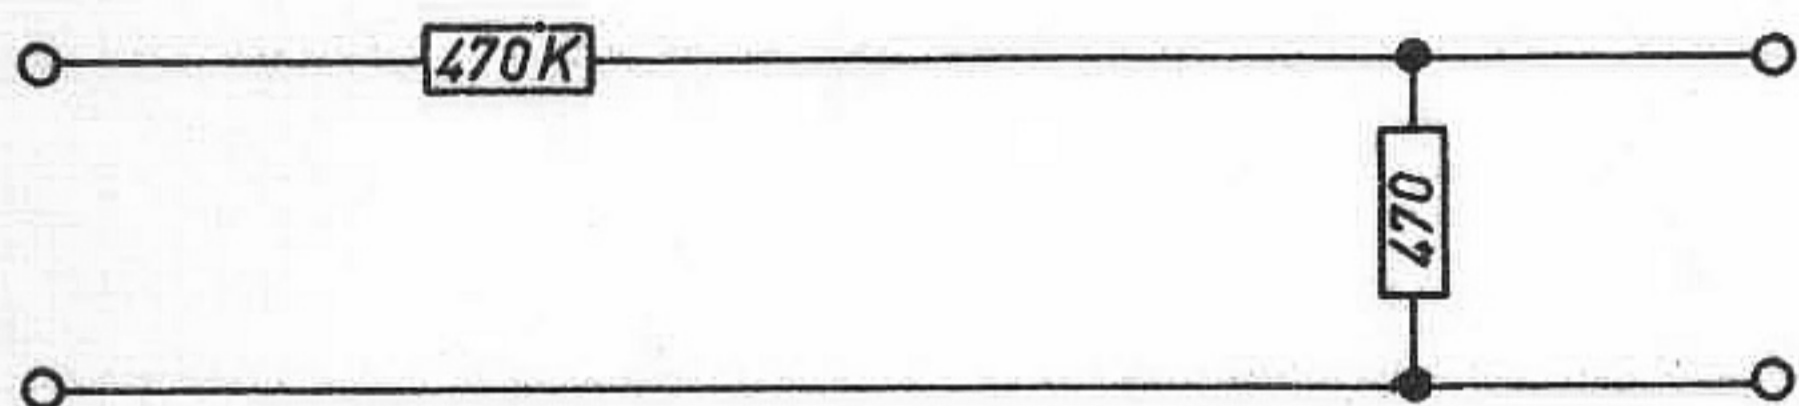

Fig. 17
- Anslut en 1 kHz-signal via nedanstående krets (fig. 17) och reglera signalen så att spänningen i MP1 respektive MP2 är 10,5 mV. Inspänningen skall då vara 185-315 mV.